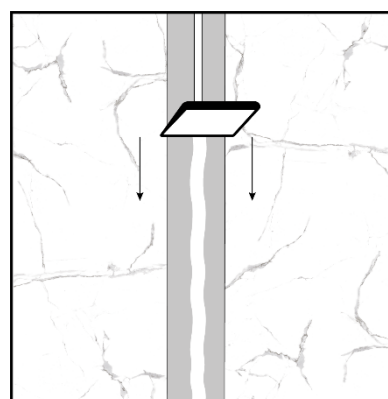

Figura 8
2. Limpiar el exceso de sellador con una espátula de plástico húmeda (Figura 8). Importante: La limpieza del exceso de sellador no debe retrasarse. Cuanto más seco esté el sellador, más difícil será eliminarlo.